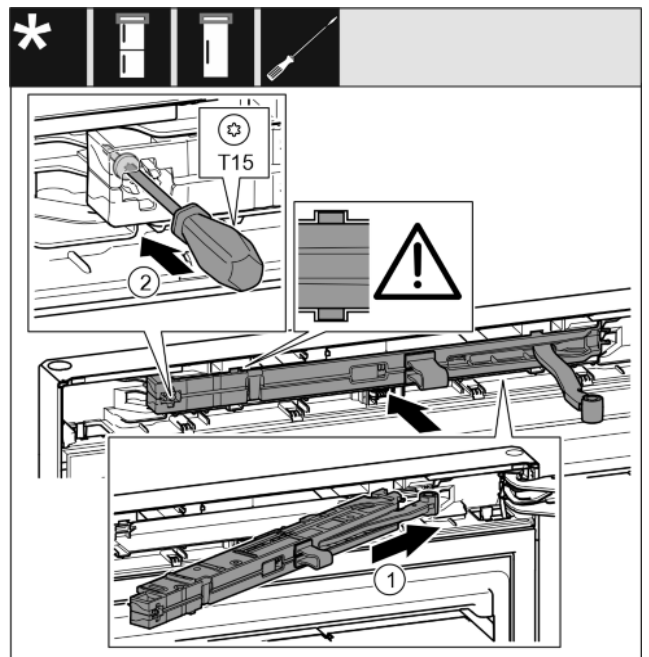

Fig. 38
- ▶ Gurnite jedinicu prigušivača zatvaranja na strani podloška ležaja do graničnika koso u otvor. *Fig. 38 (1)*
- ▶ Odvijačem T15 čvrsto pritegnite vijak. *Fig. 38 (2)*